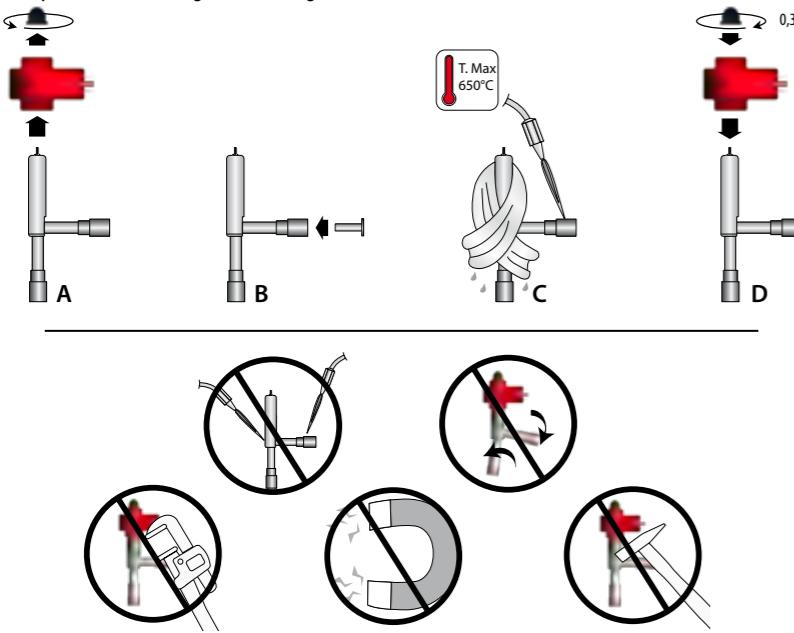

Fig. 2
2. inserire il filtro in rete metallica (opzionale) esclusivamente sul raccordo laterale d'ingresso (Fig.2-B) posizionandolo in battuta e bloccandolo col tubo del circuito, prima di saldare la valvola. **Attenzione!** Utilizzare questo filtro solo in modalità mono-direzionale. In caso di utilizzo della valvola in modo bidirezionale, prevedere idoneo filtro nel circuito.
2. install the metal mesh filter exclusively on the side inlet connection (Fig. 2-B), making sure it is fully inserted and secured in place by the pipe, before welding the valve. Important! Only use this filter for flow in one direction. If using the valve for flow in two directions, a suitable filter is required in the circuit;